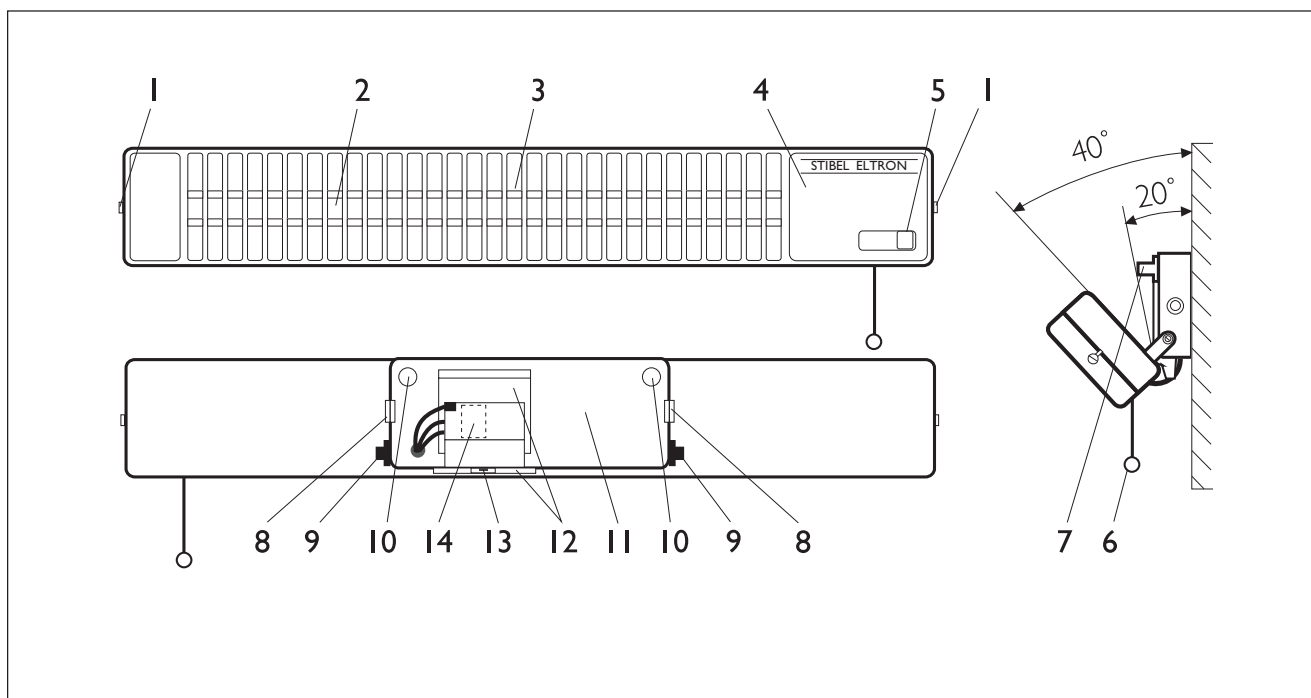

Рис. 3
(рис.3)
- Кожух снова установить на клеммы (рис. 3, поз. 12) и плотно затянуть винтовые соединения
- Склонить прибор в желаемую сторону (угол поворота от 20 до 40 градусов) (см. рис. 3)